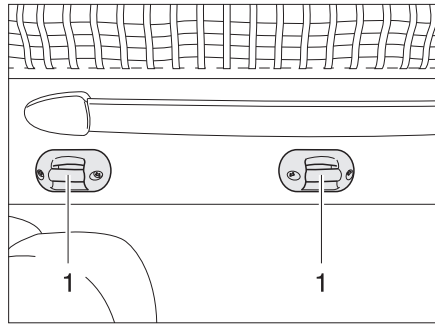

Bild 137 Halterung Aufstiegsleiter
- Die Aufstiegsleiter mit beiden Bügeln in die Krampen (Bild 137,1) am Hubbett einhängen.